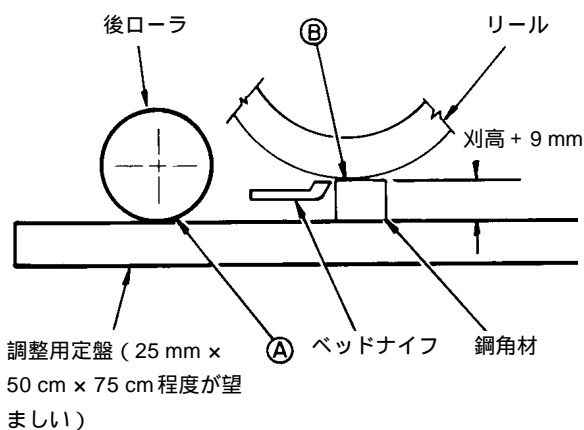
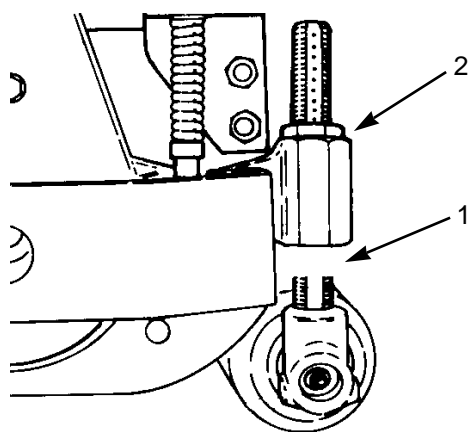

図 16
図 17
2. リールの下に、厚さが所望刈り高より9.5 mm程度厚く、長さが70 cm程度の角材を差し入れ（図17）ベッドナイフの切刃に沿って当てがう（図16）。この時、リールと角材が全幅にわたって接触するようにする。
注：32 mm以上の刈高に設定するときには長いコーン・ナット（図17）を底部にセットしてください。それ以下の刈高に対しては短いコーン・ナットを底部にセットします。
5. リールの下に、所望刈り高程度の厚さで長さが 70 cm 程度の角材を差し入れ（図16）ベッドナイフの切刃の全長にわたってリールに当てがう。